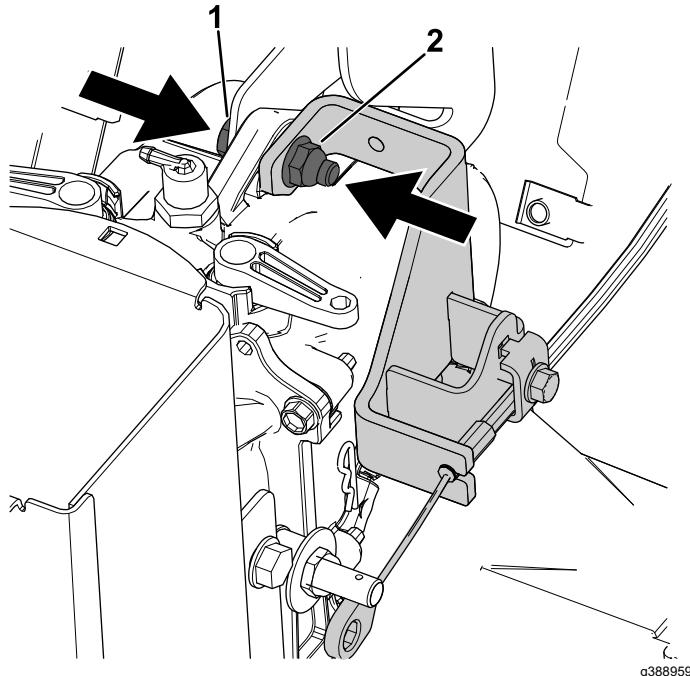

Figura 15
- Fije la parte superior de la sujeción de la transmisión hidrostática al conjunto de la transmisión hidrostática y al soporte de la transmisión hidrostática con el nuevo perno (5/16" x 1 1/4") y la contratuerca (5/16") (Figura 15).